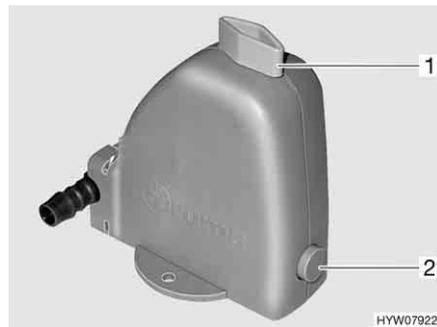

Fig. 184 Valvola di sicurezza/di scarico del boiler
Il boiler è dotato di una valvola di sicurezza/di scarico (Fig. 184). La valvola di sicurezza/di scarico impedisce che l'acqua congeli nel boiler in presenza di basse temperature esterne, quando il riscaldamento dell'autocaravan non è acceso.
- Chiudere la valvola di sicurezza/di scarico. A tal fine ruotare la manopola (Fig. 184,1) verticalmente rispetto alla valvola di sicurezza/di scarico e premere verso l'interno il bottone automatico (Fig. 184,2).
- Aprire la valvola di sicurezza/di scarico. A tal fine ruotare la manopola (Fig. 184,1) nel senso della lunghezza della valvola di sicurezza/di scarico. Il bottone automatico (Fig. 184,2) scatta all'infuori. Il boiler viene svuotato verso l'esterno tramite la valvola di sicurezza/di scarico.